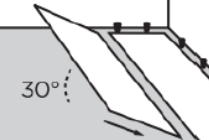

Bild 3
- Placera den första plankan i den andra raden genom att vinkla den något uppåt och skjuta den framåt så att tungan går in i spåret på den första plankraden (**bild 3**). Skjut plankan åt vänster så att ändfogens kanter ligger i linje.